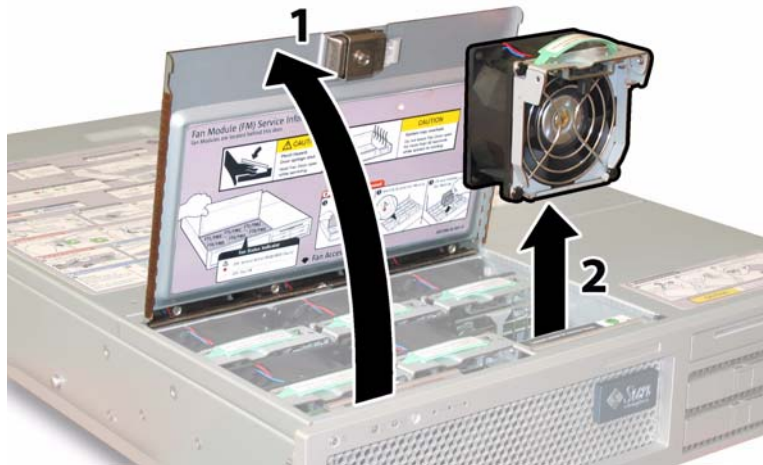

図 4-18 ファンベイドアの開放とファンモジュールの取り外し
3. ファンベイのドアを開き、開いたままにします。図 4-18 を参照してください。